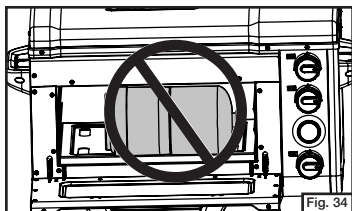

Fig. 34
- No guarde nunca un cilindro de propano dentro del horno. (Fig. 34)